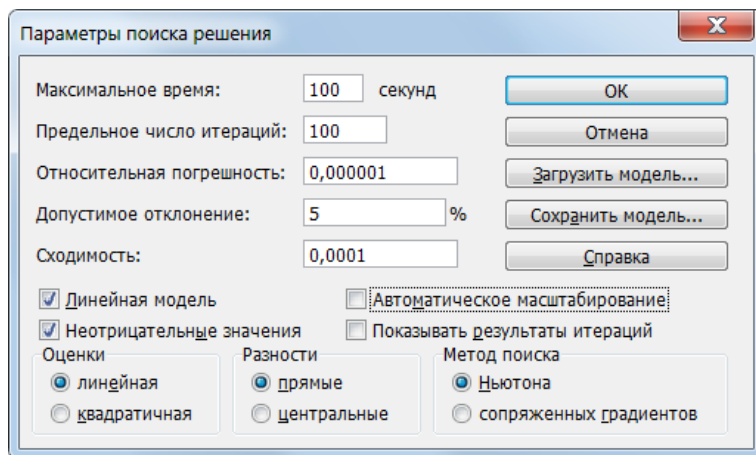

Рис. 7. Окно диалога **Параметры поиска решения**
5. Для ввода параметров поиска нажмите кнопку **<Параметры>**. В окне диалога **Параметры поиска решения** (рис. 7) введите рекомендуемые параметры: **Линейная модель** и **Неотрицательные значения** и нажмите кнопку **<ОК>**, чтобы вернуться в диалог **Поиск решения**.